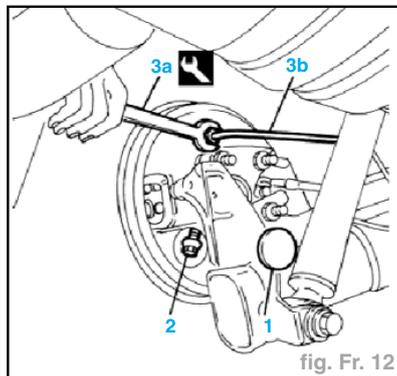

fig. Fr. 12
- Retirer le couvercle de protection (1).
- Détacher du tambour le câble de frein de parking (2).
- A l'aide de la clé (3a) (réf. 1.856.132.000) détacher le raccord rigide (3b) du tuyau freins AR (3) (fig. Fr. 12).